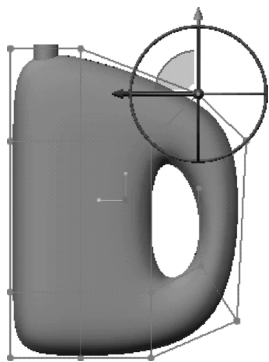
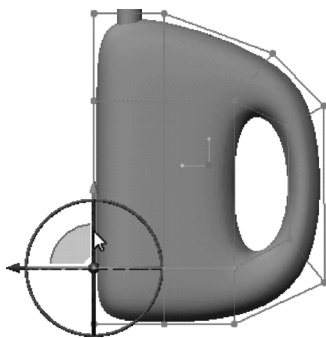

图 7-43 使用区域选择机制选择顶点
图 7-44 拖动选定顶点（使用区域选择机制）调整形状
15) 在“图形”工具栏中单击（已命名视图）按钮并从打开的视图列表中选择“RIGHT”视图选项。使用区域选择机制选择图 7-43 所示的顶点，接着使用拖动器的控制滑块移动顶点以获得所需形状。使用同样的方法，拖动其他选定顶点来调整形状，获得的参考形状如图 7-44 所示。